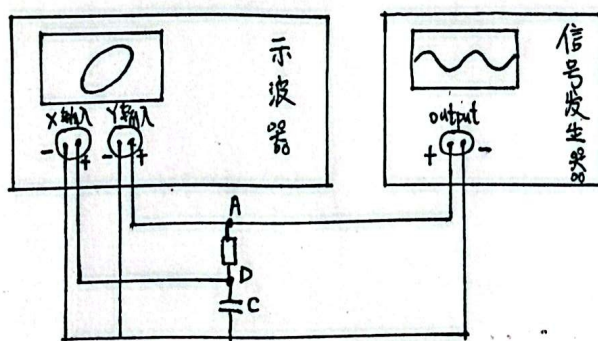

图3: 实验3接线电路图
3. 按图3连接电路, 然后调节好信号发生器的输出信号为 $\pm 1.000\text{V}$, 频率按需设置。然后示波器选择“X-Y”模式, 观察李萨如图并读出 α , α_0 , 即可。